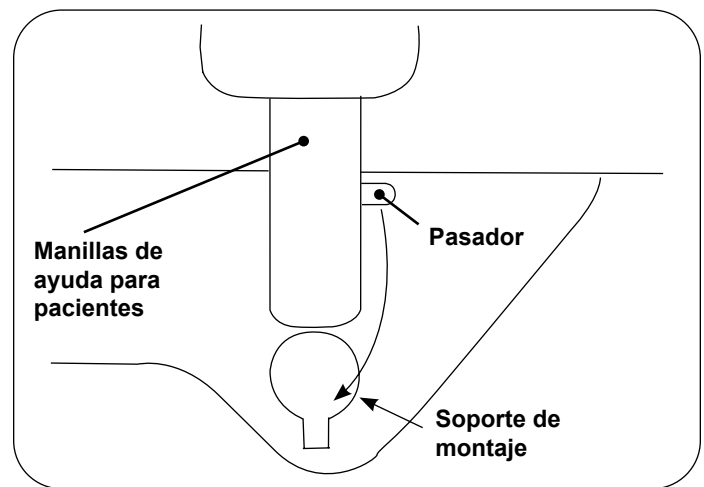

Figura 27. Manillas de ayuda para pacientes
3. Alinee el pasador del eje de la manilla de ayuda para pacientes con la ranura correspondiente en el costado de la mesa. Consulte la Figura 27.